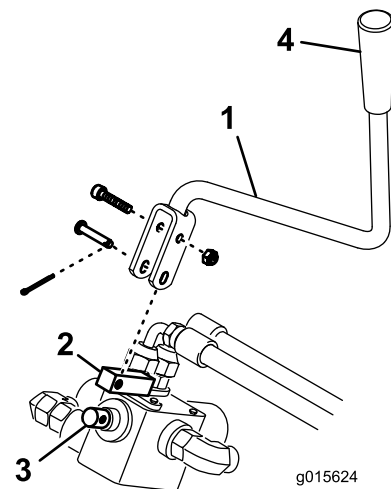

図 10
19. ハンドルにピボットレバーを取り付ける；ソケットヘッドねじとロックナットを使用する（図 10）。